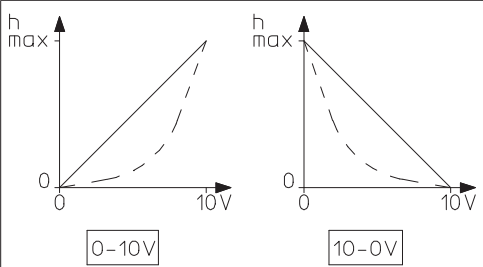

Abb. 5: Kennlinien Invertierung DIP-Schalter 7
(1)	S1 ON/OFF	Einstellung des gewünschten Hubverhaltens entsprechend der Kennlinien des verwendeten Ventils.
(2)	S2 ON/OFF
(3)	S3 ON/OFF
(4)	S4 ON/OFF
(5)	S5 ON/OFF
(6)	S6 ON/OFF
(7)	ON = 10 V - 0 V OFF = 0 V - 10 V siehe Abb. 5
(8)	Automatische Spülfunktion und Ventilblockierschutzfunktion ON aktiviert OFF deaktiviert